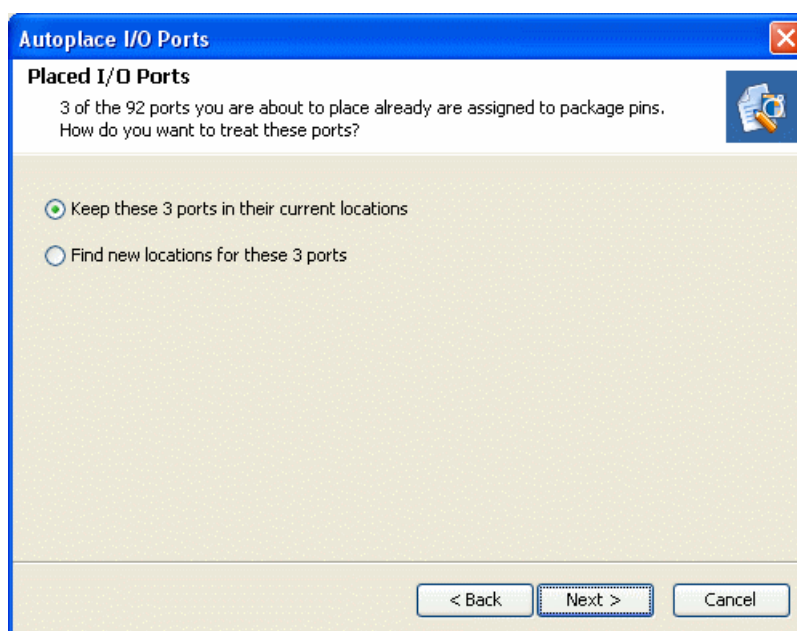

図 8-24： Autoplace I/O Ports ウィザード
4. 既にパッケージ ピンに割り当てられている I/O ポートのみを選択すると、図 8-24 に示すページが表示されます。